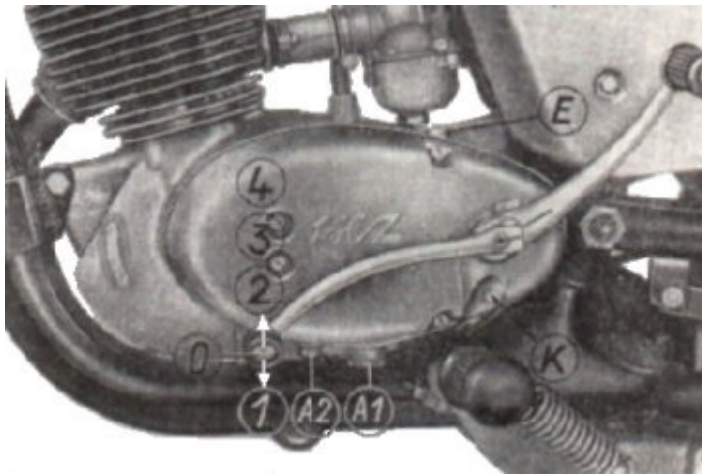

Bild 9. Fußschalthebel der TS 125 und TS 150
Nach den ersten 500 km und dann alle 20 000 km, muß das Getriebeschmiermittel erneuert werden. Dazu wird der Motor richtig warm gefahren, damit auch Abrieb und Ölschlamm mit ablaufen. Abgelassen wird bei der TS 250 nach dem Entfernen der Schraube rechts außen am Getriebegehäuse (1). Diese hat einen Magnetstopfen, um metallischen Abrieb festhalten zu können. Die mittlere Schraube (2) dient zur Schaltarretierung und darf nicht herausgeschraubt werden. Bild 9 zeigt die Ablassschraube bei der TS 125/150.